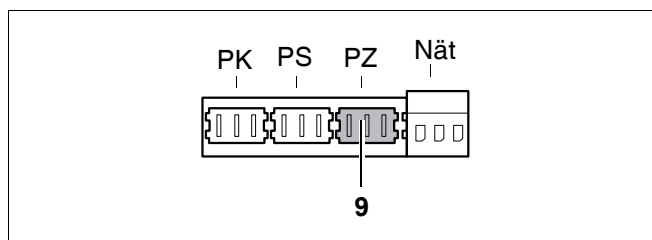

Bild 42 Uttagsplint – cirkulationspump 230 V (anslutningsfärg lila)
- Anslut cirkulationspumpen till den lila klämman PZ (bild 42, pos. 9). Maximalt tillåten effektförbrukning för pumpen = 250 W.